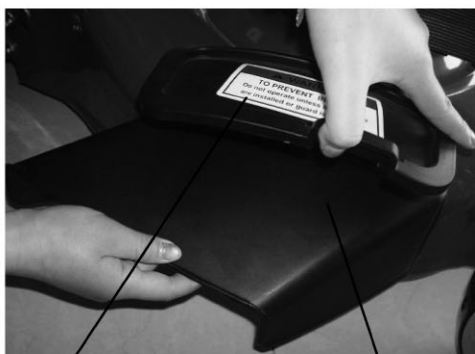

Fig. 18
- > For å bruke klipperen med sideutkast, monter bipluggen (15) i bakre utkast (Fig. 20). Samtidig åpne biokselet (16) monter utkastertuten (17) under biokselet (Fig.18 & 19).